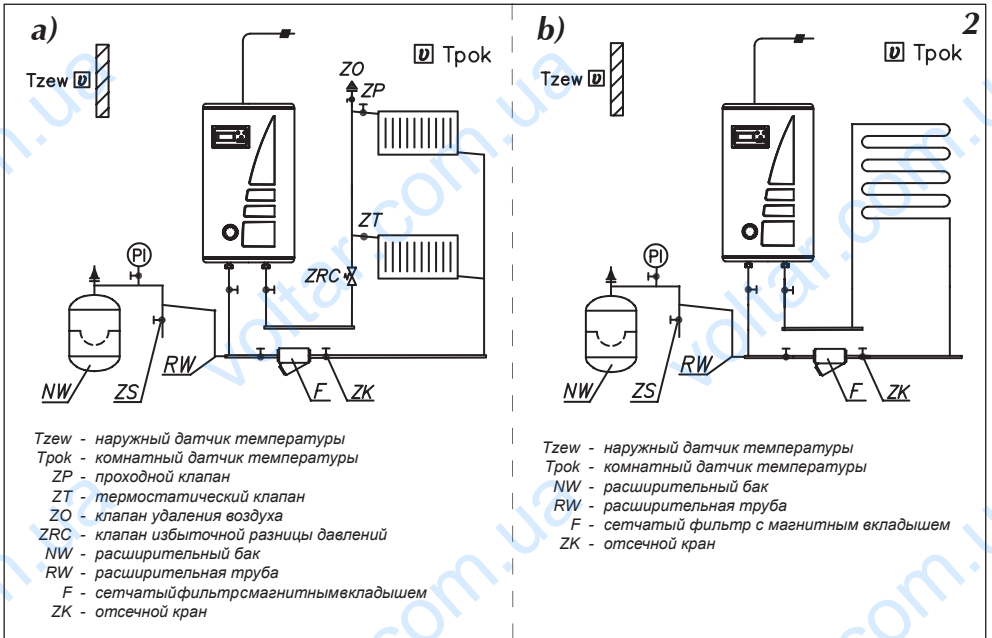
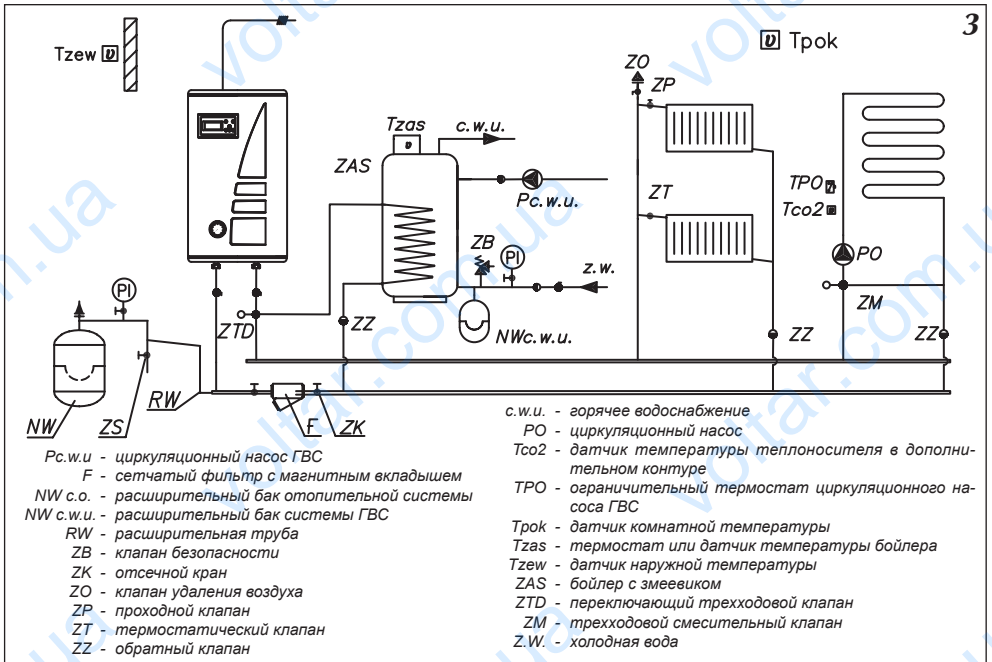
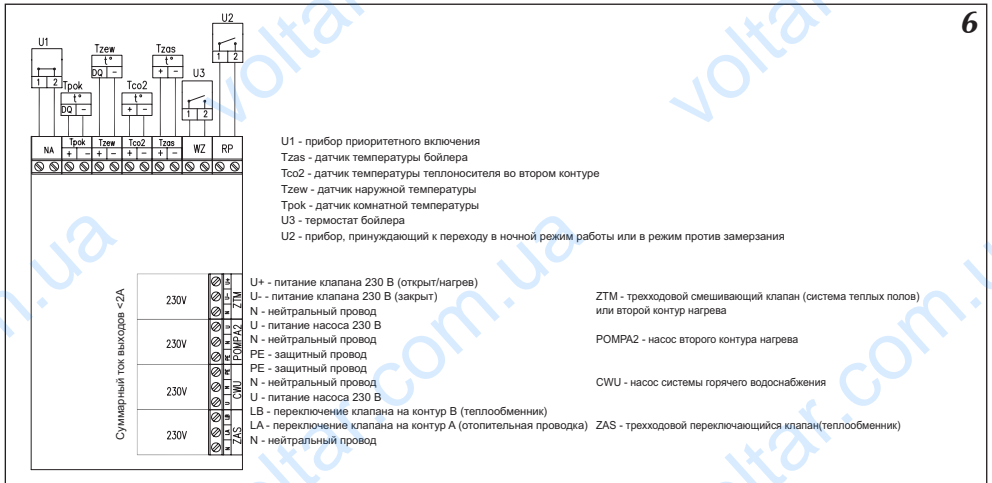

Рис.2 Примерная схема отопительной системы
Рис.3 Примерная схема отопительной системы – радиаторы, обогрев теплых полов, бойлер ГВС.
Рис.6 Подключение наружных устройств к плате ZIO.
2. Подключить котел к отопительной проводке, оснащенной отсечными кранами (рис.2 и рис.3).
- на модуле ZIO замкнуты клеммы NA (см. рис. 6),
К котлу ЕКО.М1z можно подключить, в зависимости от потребности, ряд дополнительных приборов или необходимых датчиков (рис. 6).
К котлу EKCO.M можно подключить прибор приоритетного включения – например проточный водонагреватель (рис.6), который будет выключать нагрев котла. Это решение используется с целью ограничения потребления максимальной мощности. Приоритетный прибор должен иметь выход сигнального управления. Прибор приоритетного включения подключается при помощи провода (напр. LIYY 2x0,14) к клеммам „NA” на плате ZIO. На клеммы „NA” запрещается подавать какое-либо напряжение! Перед подключением приоритетного прибора следует проверить имеет ли он выход сигнального управления. Если приоритетный прибор может управлять только сигналом напряжения, следует использовать соответствующее реле. **Неиспользуемые клеммы NA следует оставить в замкнутом состоянии!**
Из этих двух способов можно выбрать один при помощи соответственной установки в сервисном меню. Способ подключения клемм термостата и датчика температуры в теплообменнике представлен на рис.6.
На электронном модуле рис.6 имеются клеммы ZAS. На клемму LB подается напряжение 230В в случае, если есть необходимость подогрева воды в теплообменнике. На клемму LA подается напряжение 230В в случае, если котел греет теплоноситель в отопительной проводке. К этим клеммам можно подключить трехходовой клапан, который будет переключать отопительный контур на запитку теплообменника. В случае запитки теплообменника температура теплоносителя стандартно устанавливается на уровне 80°С. Эту величину можно изменить в сервисном меню. Одним из рекомендованных компаний Kospel трехходовых клапанов является клапан VCZMH6000E с серводвигателем VC6012ZZ00 и кабелем 45900445-013В. Управление этим клапаном осуществляется подачей сетевого напряжения 230В~ на один из двух проводов – коричневый или черный. Синий провод следует подключить к нейтральному проводу сети питания. Подача питания на коричневый провод приведет к переключению клапана в положение, при котором открывается проход между входом „AB” и выходом „B”. Подача питания на черный провод приведет к переключению клапана в положение, при котором открывается проход между входом „AB” и выходом „A”. Обозначение входа „AB” и выходов „A”, „B” нанесено на клапан.
На рис. 6 представлен способ подключения трехходового клапана к котлу. Принято, что выход горячего теплоносителя из котла подключен к входу „AB” переключающегося клапана а выходы А и В служат соответственно для:
- Коричневый провод кабеля 45900445-013В подключить к клемме LB согласно рис. 6.
- Синий провод кабеля 45900445-013В подключить к клемме „N” согласно рис. 6.
Котел ЕКСО.М1z может управлять насосом системы горячего водоснабжения. Управление основано на включении или выключении этого насоса в зависимости от установленной суточной программы. Таким образом насос можно отключить, например на ночь. Насос подключается к плате ZIO согласно рис.6. Напряжение питания насоса – 230В.
Разъем ZTM на плате ZIO22 рис.6 служит для подключения смесительного клапана запитки второго контура (рис.3 кран ZM). Этот контур должен быть приспособлен для запитки более низкими температурами чем в отопительной системе. Например, если отопительный контур запитывается температурой 85°C (см „Сервисное меню” параметры WChG,WChG2, Tcomax и Tc2max), второй контур может служить для запитки системы Теплый пол максимальной температурой 60°C. В этом случае следует помнить о установке дополнительной защитной арматуры, предохраняющей от появления слишком высокой температуры во втором контуре. Для измерения температуры во втором контуре используется датчик типа WE-008.
На плате ZIO рис.6 имеется разъем RP, замыкание которого приводит к переходу котла в режим работы против замерзания или в ночной режим работы. Выбор одного из этих режимов осуществляется в сервисном меню. Также как и на разъем NA, на него нельзя подавать напряжение!